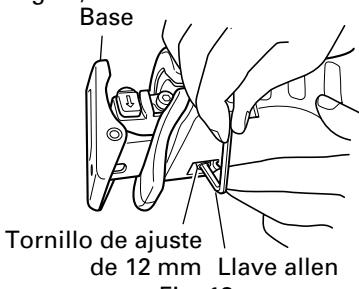
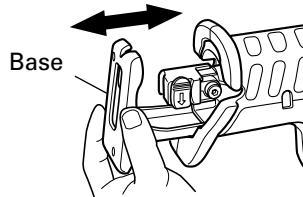

Fig. 13
Fig. 14
- (2) Afloje el tornillo de ajuste de la base con la llave de barra hexagonal suministrada para ajustar la posición de instalación de la base. (Fig.13, Fig.14)